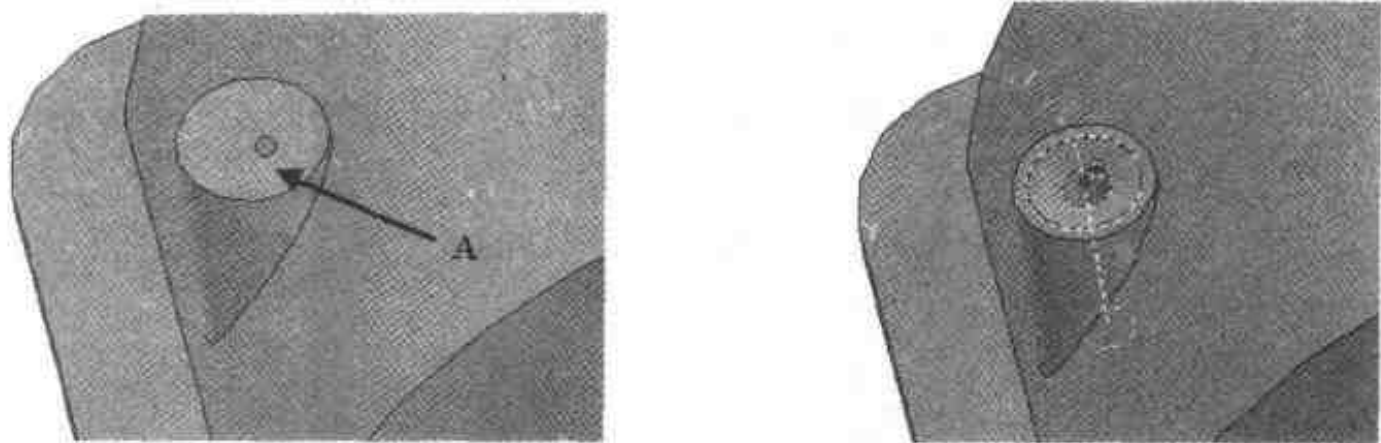

图 2.43 完成沉孔的生成
- (9) 从【工具】设计元素库中向如图 2.43 所示中点的 A 拖入一个【自定义孔】智能图素。
- (10) 在弹出的对话框中选择【综合沉孔】选项，将孔直径改为 17，孔深度改为 80，沉头深度改为 1，沉孔直径改为 40，斜沉头角度改为 160，单击【确定】按钮，结果如图 2.43 所示。